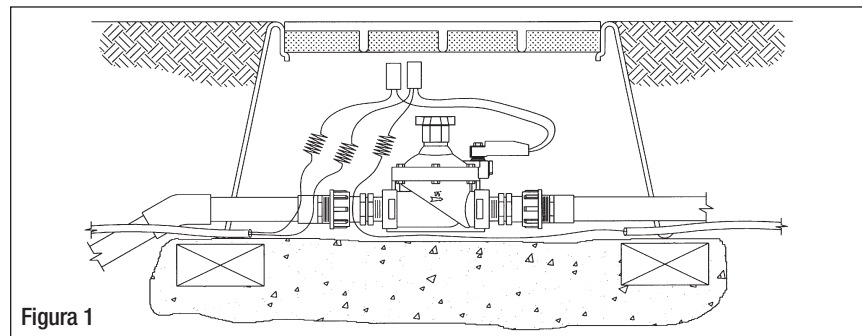

Figura 1
La versión recomendada es la opción A, una pieza completa de válvula incluyendo el actuador solenoide LEMA con una válvula de plástico en línea (de globo), de tamaños 3/4" a 2", vea Figura 1.
- 6.2 Instale válvulas serie 150S-xxx con el actuador de acuerdo con la especificación de instalación estándar de las válvulas (vea la Figura 1 y, para mayor detalle, vea la página 12).
- 6.3 Empalme los alambres del actuador solenoide y conecte el alambre subterráneo de color directo de entrada al alambre rojo del actuador solenoide utilizando un conector de empalme en seco a prueba de agua. Enrolle el alambre común blanco de entrada al alambre blanco del actuador solenoide utilizando conectores de alambre convencionales de empalme en seco a prueba de agua. Deje los alambres ligeramente flojos a cada lado para poder realizar reparaciones de manera sencilla, de ser necesario. Vea la Figura 1 y el detalle en la página 12.